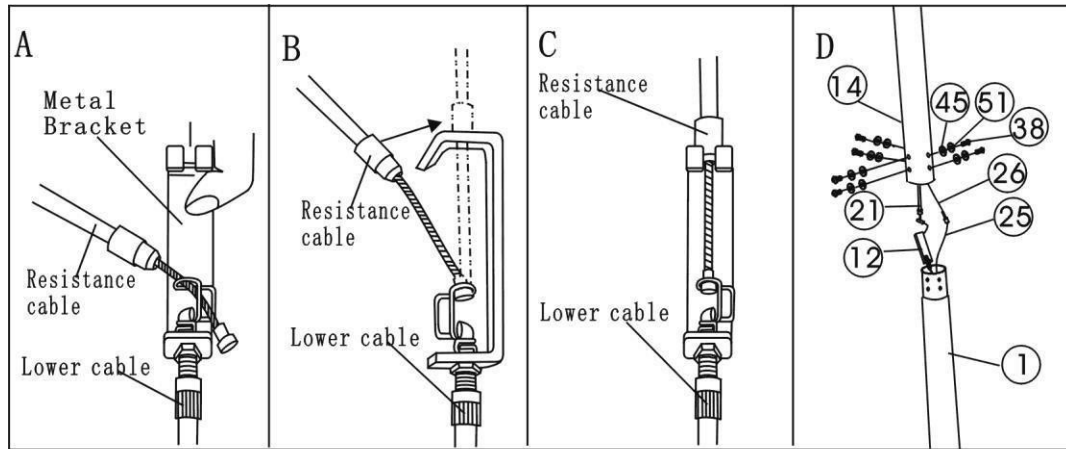

Figure 3
- a. An der unteren Position des vorderen aufrechten Rahmens (14) befindet sich der Spannungsregler (21). Verbinden Sie die Verbindung des Spannungsreglers (21) fest mit dem Spannungskontrolldraht (12). < Hinweis: Drehen Sie zunächst den Knopf des Spannungsreglers nach unten in Richtung "-" (in dieser Situation wird die Verbindung des Spannungsreglers am längsten verlängert)>. Stecken Sie dann das Ende des Widerstandskabels in den Karabinerhaken des Spannungskontrolldrahtes (12), wie in Zeichnung **A** in Abbildung 3 dargestellt.
(12) wie in Zeichnung **B** von Abbildung 3 dargestellt
Verbinden Sie das Widerstandskabel mit dem Spannungskontrolldraht (12), wie in Zeichnung **C** in Abbildung 3 dargestellt. Wenn die Oberseite des Spannungskontrolldrahtes nicht perfekt in der Lücke der Metallhalterung befestigt werden kann, stellen Sie bitte die Mutter unter der Halterung in die passende Position.
- b. Verbinden Sie das Computerkabel (26) mit dem Sensorkabel (25), das vom Hauptrahmen (1) ausgeht, wie in Zeichnung **D** in Abbildung 3 dargestellt.
- c. Setzen Sie den vorderen Ständerahmen (14) in den Hauptrahmen (1) ein und befestigen Sie ihn mit sechs Stück M8 x 20 Schrauben (38), $\Phi 8$ Federscheiben (51) und $\Phi 8$ Bogenscheiben (45), wie in Zeichnung **D** von Abbildung 3 dargestellt.